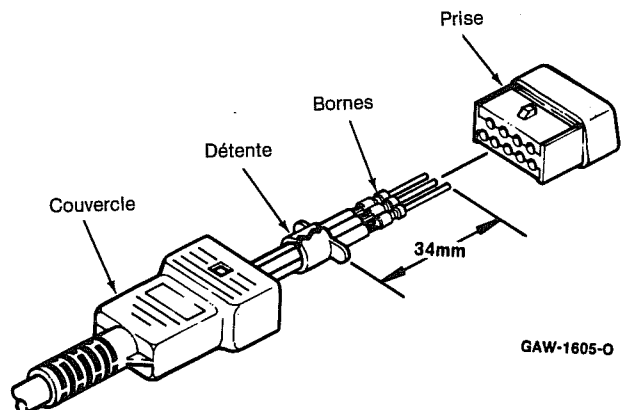

Figure 19
(2) Déposez les bornes du conducteur de la prise. Avec une paire de pinces, écarter le système de détente de contraintes et déposez-le. Faites sortir le conducteur (avec les bornes fixées) en le faisant passer par le couvercle du connecteur.
(3) Pour remonter, suivez l'ordre inverse des opérations ci-dessus, en faisant attention de mettre le système de détente de contraintes correctement en place (voir figure 19).